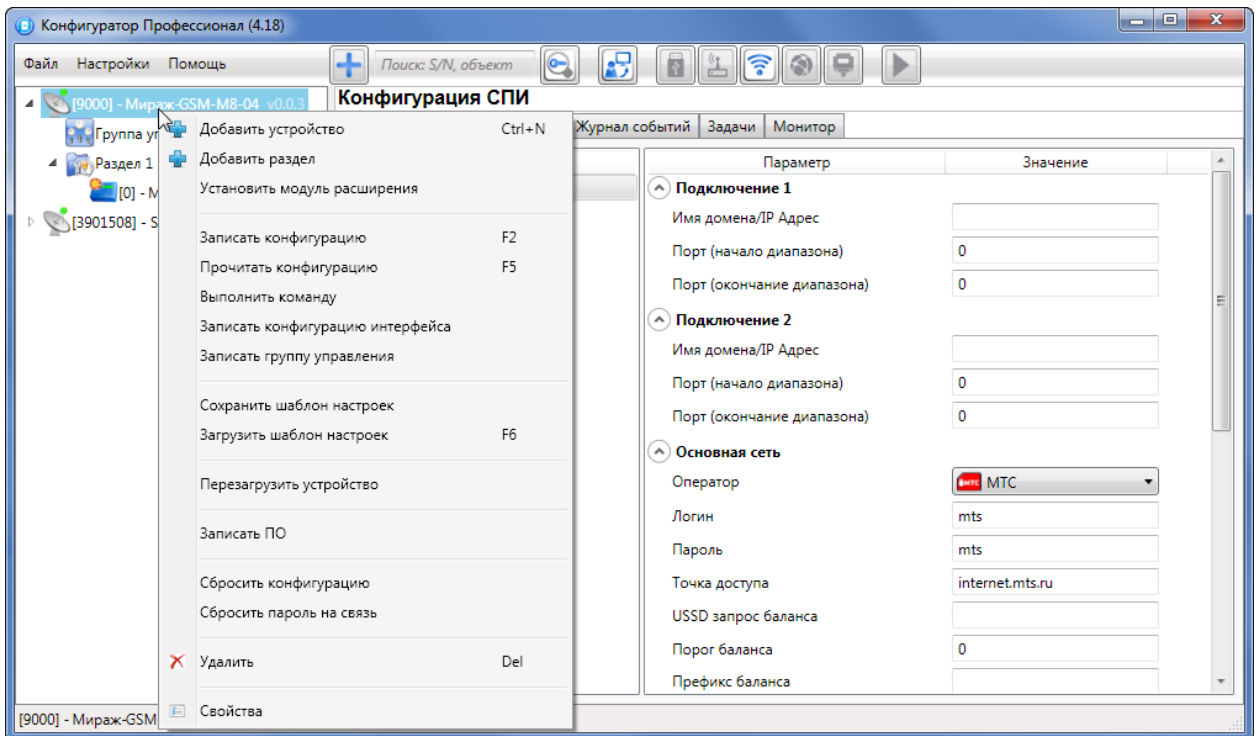

Рис. 11.1. Контекстное меню контроллера
Для того чтобы отобразить контекстное меню контроллера (Рис. 11.1), щелкните правой кнопкой мыши по его строке в дереве устройств.
1. Щелкните правой кнопкой мыши по строке контроллера в дереве устройств и в появившемся меню выберите *Записать ПО* (см. Рис. 11.1).